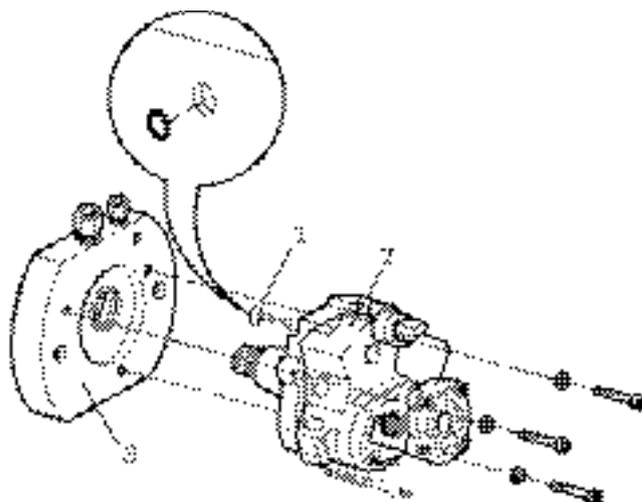

Fig. 8: Насос системы common rail и конический вал
2. В CP 3.4 со смазочной станцией, вставьте уплотнительное кольцо $\varnothing 10 \times 3$ мм (Рис. 8, Поз. 1) в отверстие подачи масла смазочной станции насоса системы common rail.
3. Установите крепежный фланец (Рис. 8, Поз. 3) на насос системы common rail (Рис. 8, Поз. 2).